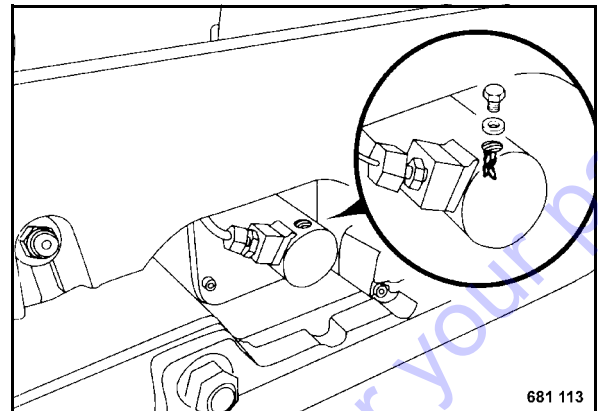

Fig. 66
- Slacken the bleeding screw (Fig. 66).